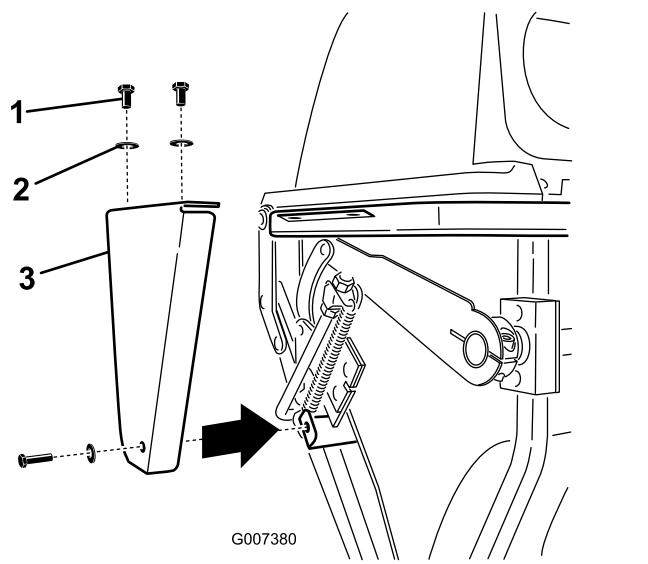

Figura 54
1. Retire la chapa lateral de ambos lados del ensacador (Figura 54).